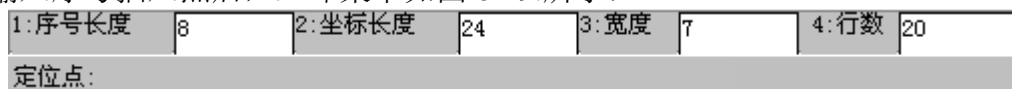

图 6-29
输入序号插入点后，立即菜单如图 6-29 所示：
3) 输入一系列标注点后，按鼠标右键或键盘回车键，立即菜单如图 6-29 所示，以下操作步骤与拾取样条时相同，只是在输出表格时，如果有圆（或圆弧），表格中增加一列直径 Φ 。